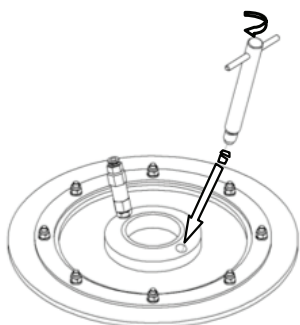

Fig. 7
- Cuando observe que sale material por el orificio de purgado del plato introduzca de nuevo la varilla de purgado y atornille totalmente (Fig. 7).